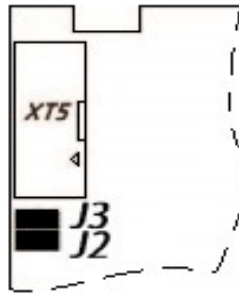

Рисунок 5.2. Установленные на плате перемычки J3-режим работы по интерфейсу RS-485 и J2-режим добавления УВС в объектовую сеть по интерфейсу RS-485
В режиме конфигурации сети, назначение адресов происходит при последовательном подключении по одному УВС. Для назначения адреса, УВС должен быть переведен в режим конфигурации путём установки переключки J2 (рисунок 5.2).
- 1) Установите на клавиатуре УВС перемычку J2. См. Рисунок 5.2.